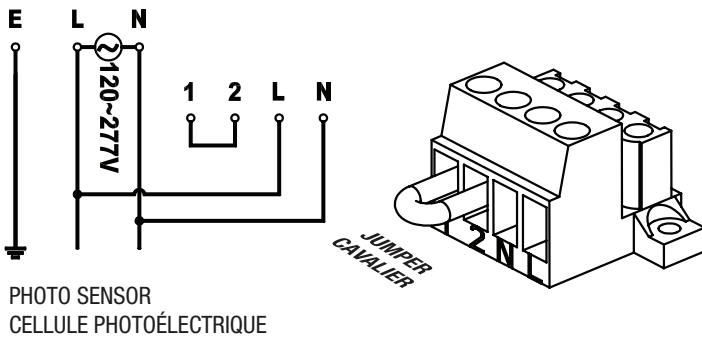

Fig. 5
3. If wall mounting over a junction box, feed the unit wires through the center knockout and make supply connections in the junction box. Use the appropriate wiring diagram: Figure 4 for photo sensor or figure 5 for wall switch. Install the backplate on the wall over the junction box, using appropriate screws. (Figure 3)
4. If using surface conduit, mount the housing to the wall and feed the supply leads through the 1/2-inch threaded opening on the top of the fixture. (Figure 3) Make supply connections inside the housing. Use the appropriate wiring diagram: Figure 4 for photo sensor or figure 5 for wall switch.
3. Montage mural sur une boîte de jonction : insérer les fils de l'unité dans la débouchure centrale et faire les connections d'alimentation dans la boîte de jonction. Utiliser le diagramme de filage approprié : Figure 4 pour la cellule photoélectrique ou figure 5 pour l'interrupteur mural. Installer la plaque arrière sur le mur par-dessus la boîte de jonction, avec les vis appropriées. (Figure 3)
4. Montage avec un conduit électrique: installer le luminaire sur le mur et insérer les conducteurs d'alimentation à l'intérieur du boîtier par le trou fileté de 1/2 pouces sur le dessus de l'unité. (Figure 3) Raccorder les conducteurs d'alimentation à l'intérieur de l'unité. Utilisé le diagramme de filage approprié : Figure 4 pour la cellule photoélectrique ou figure 5 pour l'interrupteur mural.